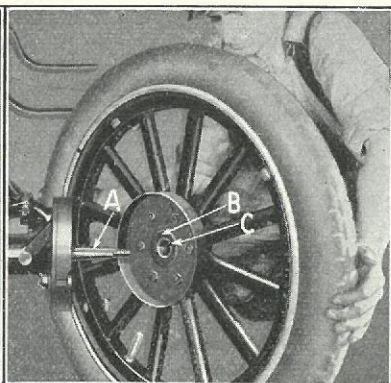

Fig. 70
- (a) Undersøg før Paasætningen af Hjulet, at Kilen paa Akslen (Fig. 70-A) og Filtpakningen »B« i Hjulet er i absolut god Stand.